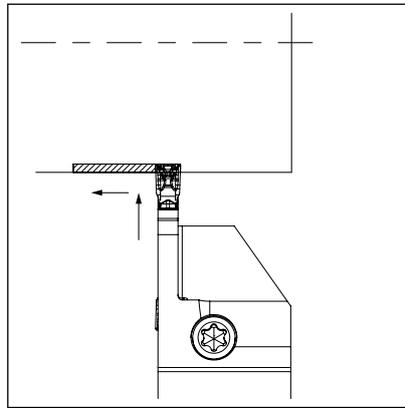

Fig. 2
2. **Profondeur de gorge inférieure à 0,5 mm** : Pour la finition, voir la figure 2.